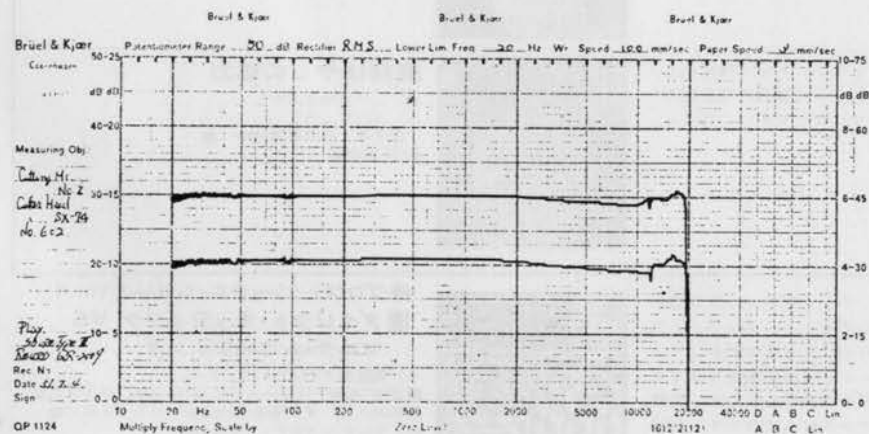

図2
※②はS/N、で無音溝のカッティング状態にカッター・ヘッドからのフィード・バック・コイル出力をモニター・アンプを通して全帯域にて測定したものです。レコードに針を降して頂ければお判りの通り、テープからくるヒス音等は全くなく素晴らしい音を聞かれると思います。図2は総合周波数特性で、カッティング・アンプの入力に20Hz~20KHzのスロー・スイープ信号を挿入カッティングし、別の再生装置でB&KのQR-2009周波数レコードを再生して、フラットに近いカートリッジを選定し、カッティングしてあるラッカー音盤を再生してレベル・レコーダーに記録させたものがこのグラフです。